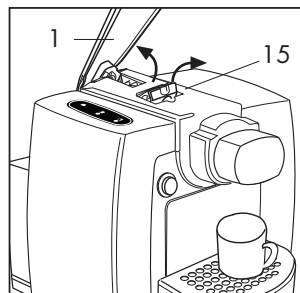

Fig. 9
- Soulever vers l'arrière lentement (jusqu'à son arrêt) le levier de commande (1) et s'assurer que le volet d'extraction des dosettes (15) est ouvert. **(Fig. 9)**